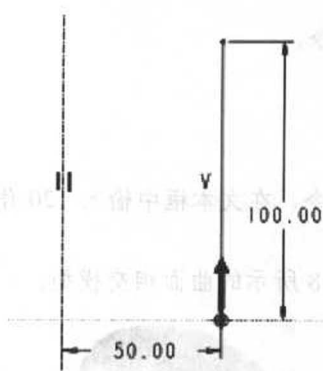
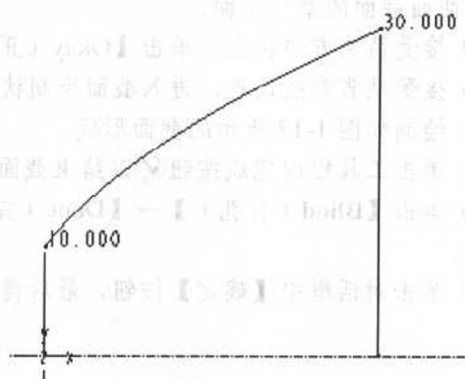

图 1-13 绘制扫描轨迹线
图 1-14 PITCH_GRAPH 图表
(1) 单击【Create (创建)】→【Surface (曲面)】→【New (新建)】→【Advanced (高级)】→【Done (完成)】→【Helical Swp (螺旋扫描)】→【Done (完成)】→【Variable (可变的)】→【Tru Axis (穿过轴)】→【Right Handed (左手定则)】→【Done (完成)】命令。
(2) 在主窗口中, 单击  按钮, 在下拉菜单中选择【缺省】状态, 并选取基准平面 FRONT 作为定义法向轨迹的草绘平面。
(3) 接受系统缺省方向和参照, 进入草绘状态。
(4) 在草绘状态下单击工具栏内中心线创建按钮 , 以建立旋转特征中心轴线 (注意: 这一步是必须的, 要养成一个习惯, 进入草绘特征就先建立中心线)。
(5) 单击工具栏内  按钮绘制如图 1-13 所示曲线, 注意曲线的起始点及方向。
(6) 单击工具栏内完成按钮  以结束旋转轮廓线的绘制。
(7) 出现提示栏提示在轨迹起始输入节距值, 即定义初始节距值, 在右边文本框中输入其起始点的螺距值为 10, 并单击完成按钮  完成输入。
(8) 又出现提示栏提示在轨迹末端输入节距值 (即定义终端节距值), 在文本框中输入终点处的螺距值为 30, 并单击完成按钮  完成输入。
(9) 此时出现了表示螺距值变化的 PITCH_GRAPH 图表, 如图 1-14 所示。